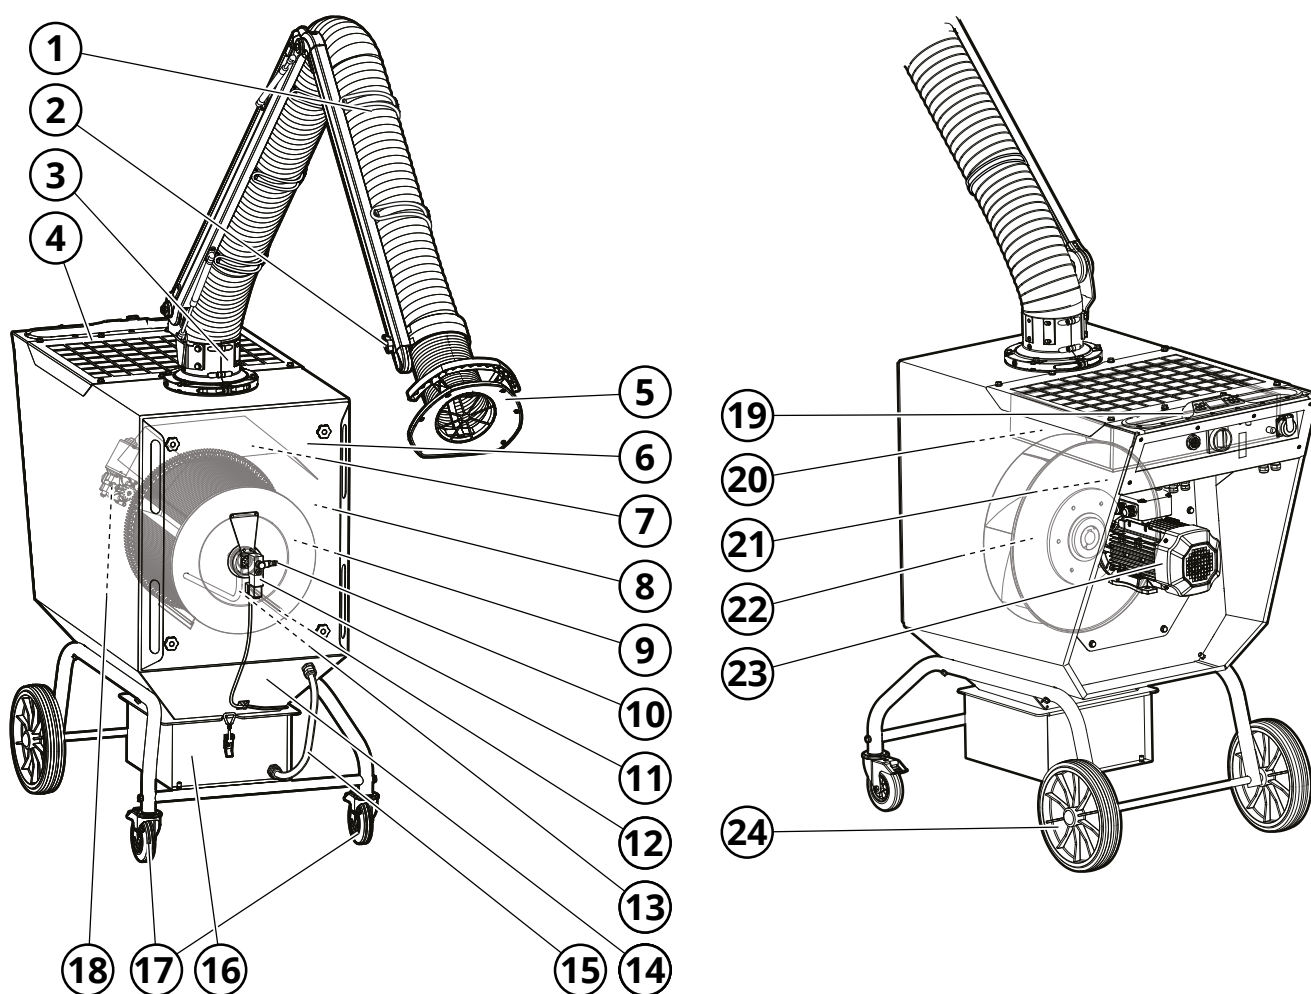

Fig. 2
Se Fig. 2.
Förorenad luft sugas in via punktutsuget (1, **Fig. 2**) till maskinens smutsiga sida (8), där luften renas genom filterpatronen (9). Filtreringsgraden är $\geq 99\%$ för rök- och dammföroreningar från svetsning av höglegerade stål, som t.ex. stål med en nickel- och kromhalt på 30%. Därefter sugas den renade luften genom fläkthjulet (22) och skickas vidare ut från filterenhetens rena sida (21) genom utloppsgallret (4).